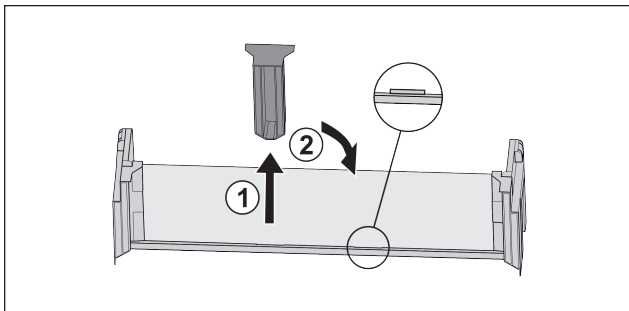

Fig. 107
- ▶ Mittleres Halteteil abziehen Fig. 107 (1).
- ▶ Mittleres Halteteil auf zweiter Position einsetzen Fig. 107 (2).